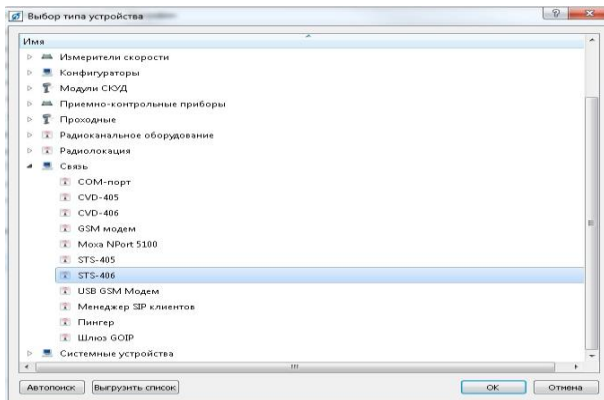

Рисунок 3
- в СПО добавить контроллер интерфейсов СТС-406 (Рисунок 3);